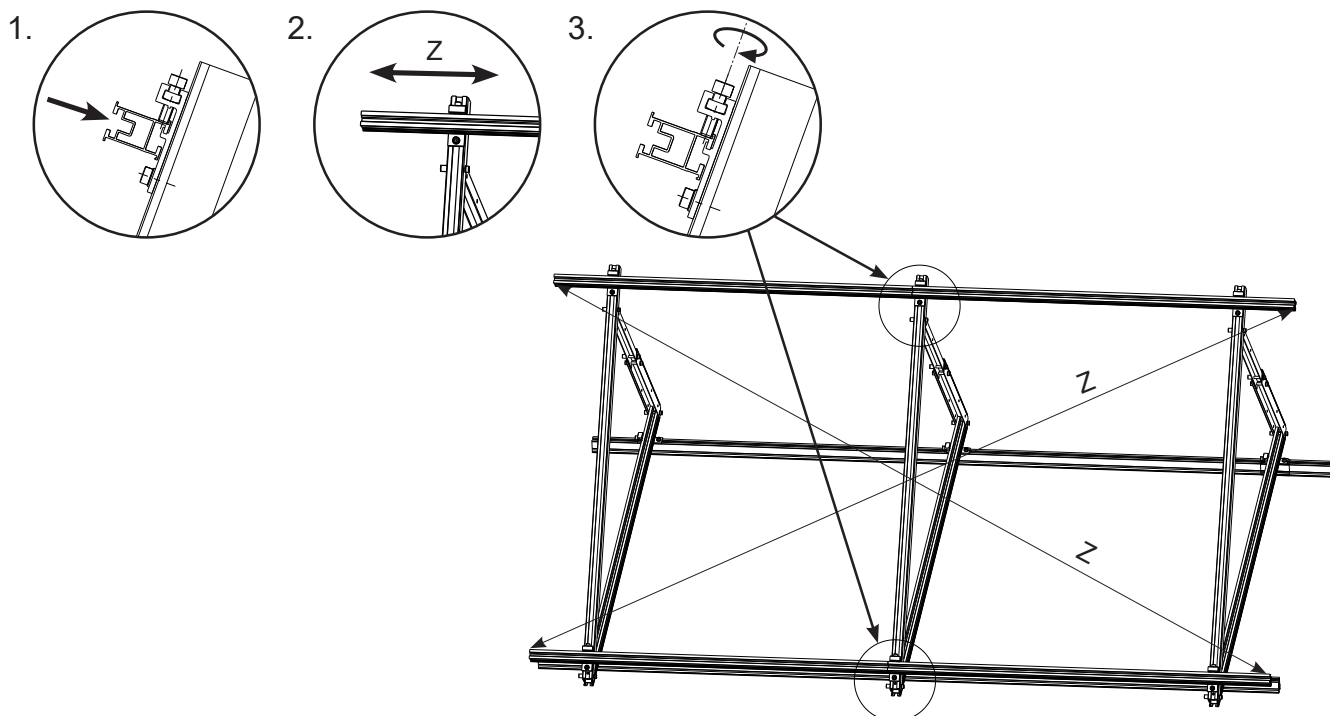

Fig. 16
- Așezați profilul de susținere pe bara de legătură transversală și aliniați. Verificați diagonală (poz. Z, Fig. 16).